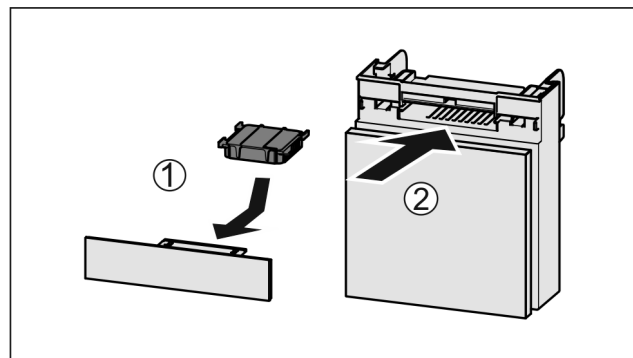

Fig. 83
- Inserire il vano Fig. 83 (2).